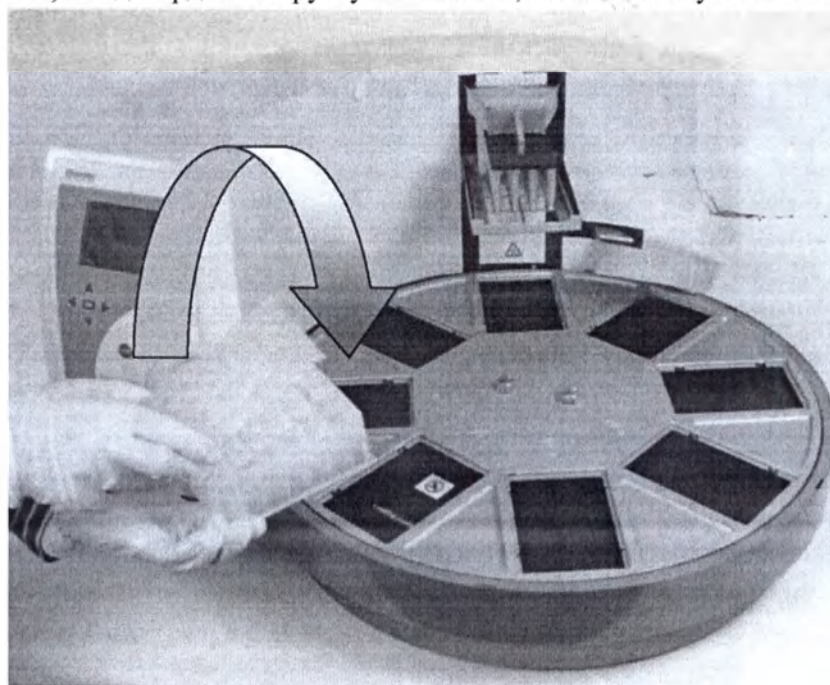
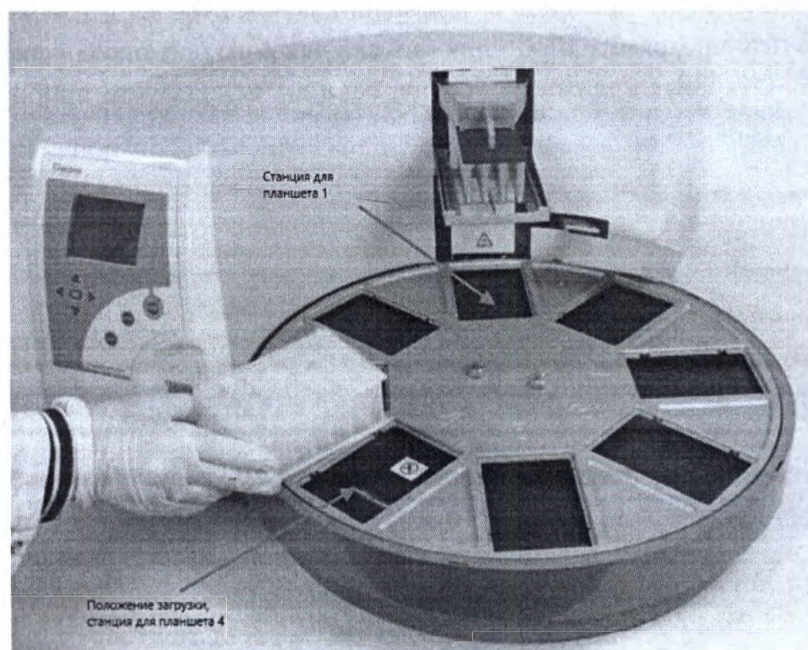
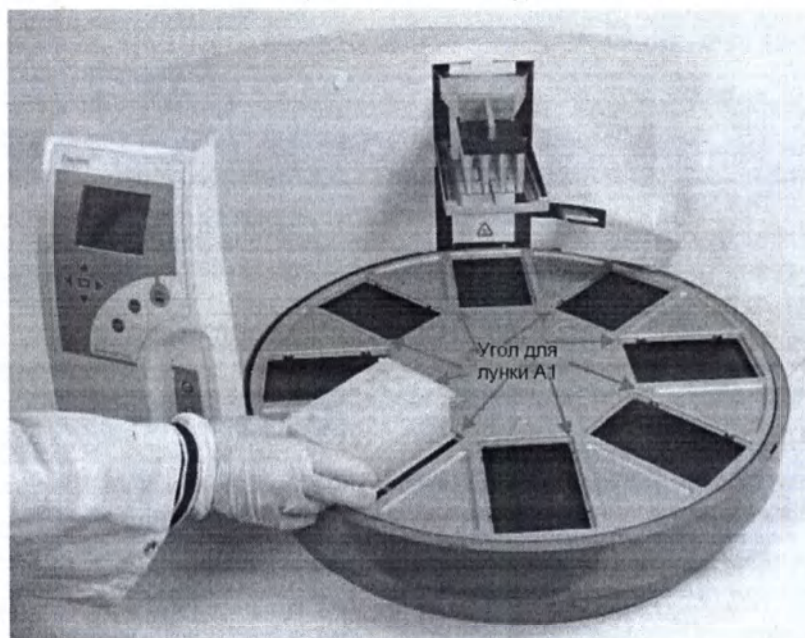

Рис. 2 Совмещение планшета и насадки на магнитные стержни
Рис.3 Совмещение планшета и насадки на магнитные стержни (В)
Рис. 4 Загрузка планшета и насадки на магнитные стержни
3. Загрузите планшеты в том порядке, который запрашивается протоколом (Рис. 4— Рис. 6). Поместите планшет так, чтобы лунка A1 находилась в правом верхнем углу. Таким образом, первый ряд A1 всегда находится во внутреннем круге. После того, как Вы загрузили требуемые планшеты в соответствующие станции, нажмите START. Насадки на магнитные стержни всегда необходимо помещать на планшеты KingFisher вручную (Рис. 2 — Рис. 4). Прибор может работать с одной и до восьми планшетами в зависимости от количества этапов. На планшет за один прогон следует помещать только одну насадку на магнитные стержни (Рис. 3). Подтвердите загрузку планшетов, нажав кнопку START.